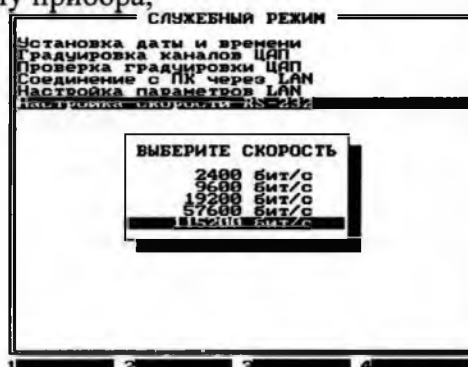

Рис.8.12. Вид экрана прибора при выборе **Настройка параметров RS-232**
- проверить (рис.8.12) и, при необходимости, установить настройки порта RS-232 прибора;